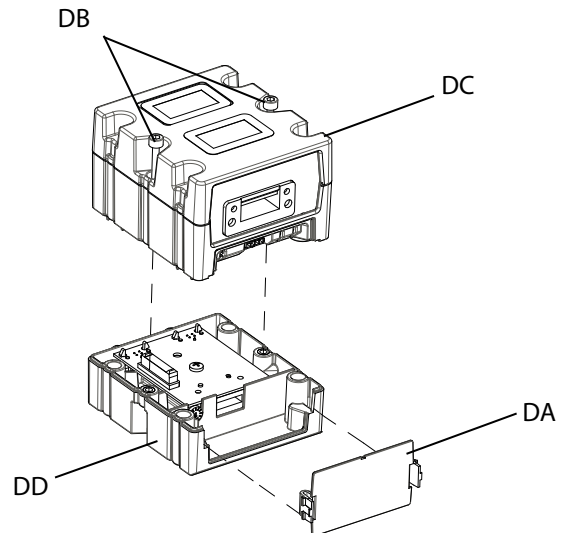

Рис. 66: Разборка CGM
4. Снимите крышку для доступа с CGM (DA). Открутите и сохраните два винта M5-0,8 x 45 мм (DB) и отсоедините CGM (DC) от основания (DD). См. Рис. 66..